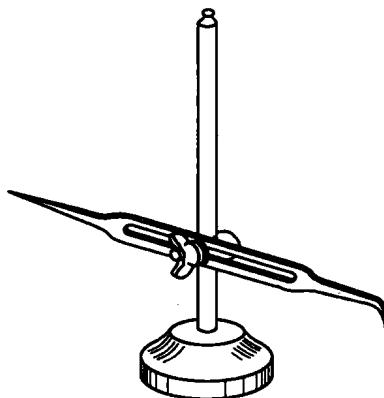

图 5 划线盘
(5) 划线盘（图 5） 用来在划线平台上对工件进行划线或找正工件在平台上的正确安放位置。划针的直